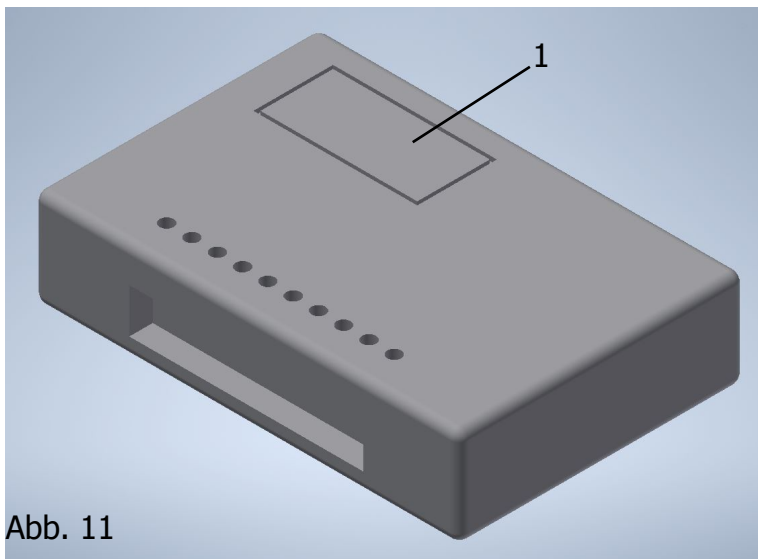

Abb. 11
1. Entfernen Sie die Abdeckung (Abb.11 Nr.1) am Funkempfänger um an die Programmiertaster zu gelangen.
2. Betätigen Sie den linken Taster (Abb.11 Nr.2). Darauf hin blinkt eine LED (Abb.11 Nr.3) langsam.
3. Während Sie den Programmiertaster gedrückt halten betätigen Sie gleichzeitig die erste Taste am Handsender (Abb.12 Nr.4). Die LED (Abb.11 Nr.3) blinkt nach der Handsendererkennung nun schnell.
1. Entfernen Sie die Abdeckung (S.14 Abb.11 Nr.1) am Funkempfänger um an die Programmiertaster zu gelangen.